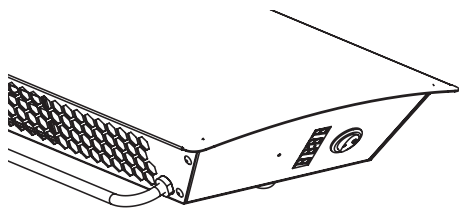

Рис. 6.
5. На торцевой крышке прибора на стикере 1 обозначено место расположения кнопки сброса счетчика надписью «Reset» 2. Кнопка сброса счетчика расположена внутри отверстия 3 (рис. 6). С помощью тонкого НЕМЕТАЛЛИЧЕСКОГО предмета нажмите и удерживайте кнопку более 10 сек.